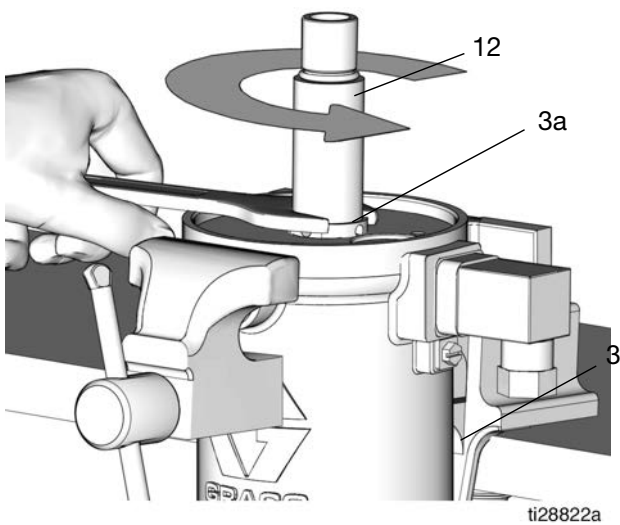

FIG. 16
13. Afloje la tuerca (3a) y saque el cilindro de la bomba (12) del cilindro del motor neumático (3) (FIG. 16).